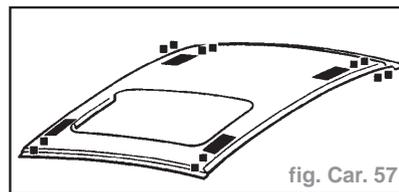

fig. Car. 57
- Préparer et nettoyer les faces d'assemblage de panneau. Poinçonner ou percer des trous pour le soudage en bouchon dans le panneau neuf comme illustré (fig. Car. 57). En plus des soudures en bouchon, placer des cordons de soudeuse à l'intérieur du véhicule dans les coins avant et arrière du cadre intérieur, vers les pieds "A" supérieurs et les panneaux de custode.